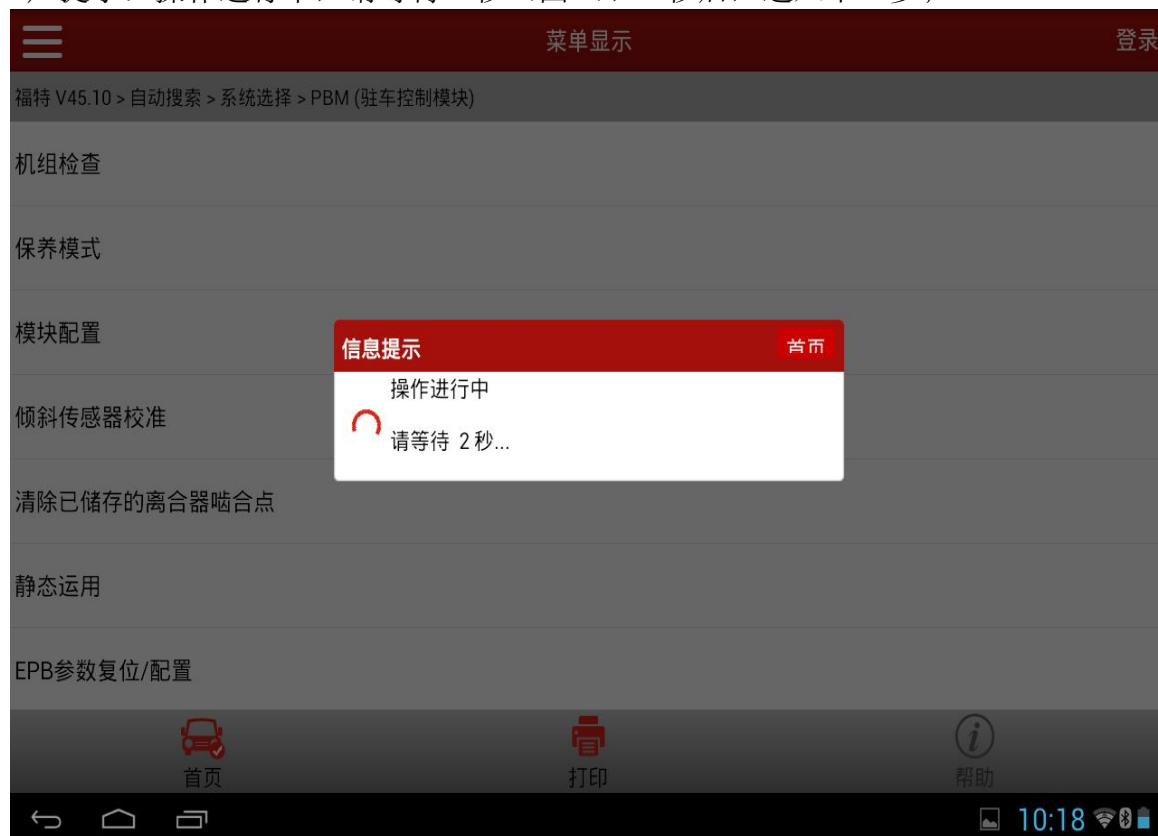

图 9
9). 提示：操作进行中，请等待 2 秒（图 9），2 秒后，进入下一步；